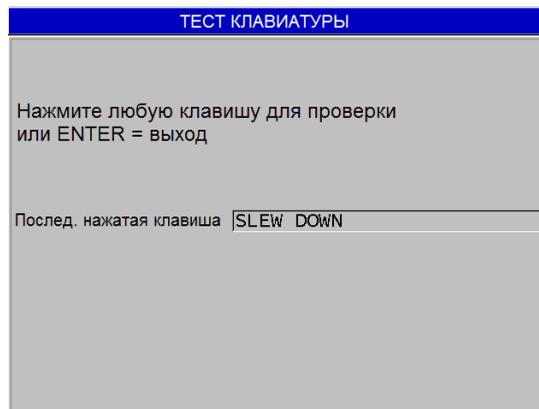

Рис. 15-2 Экран **ТЕСТ КЛАВИАТУРЫ**
4. При выборе **ТЕСТ КЛАВИАТУРЫ**, в окне **ТЕСТ КЛАВИАТУРЫ** (см. Рис. 15-2 на стр. 294):